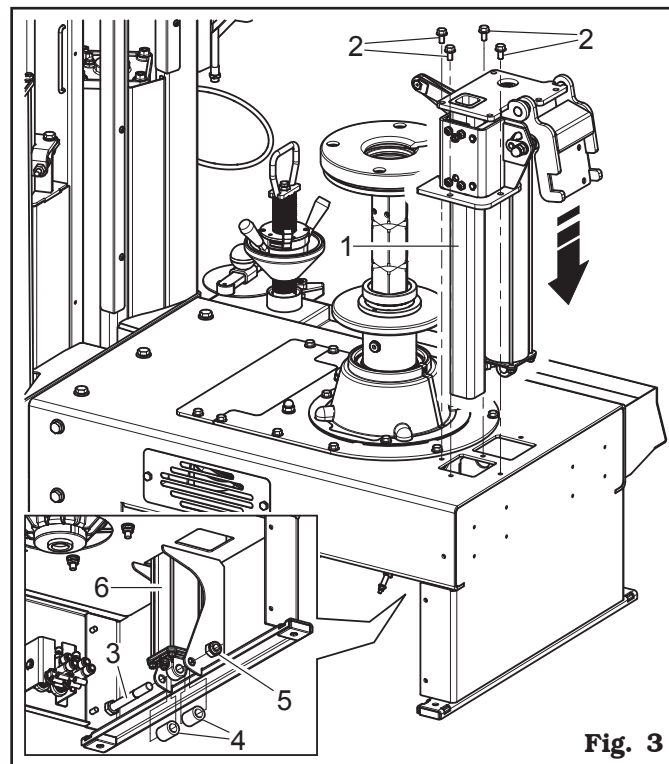

Fig. 3
3. Inserire il supporto base (Fig. 3 rif. 1) nella sede predisposta sul telaio dello smontagomme avvitandolo sul telaio dello smontagomme avvitandolo con le viti (Fig. 3 rif. 2), fornite in dotazione. Fissare la base del cilindro (Fig. 3 rif. 6) al telaio dello smontagomme con la vite (Fig. 3 rif. 3) e il dado (Fig. 3 rif. 5), interponendo le boccole (Fig. 3 rif. 4), fornite in dotazione.